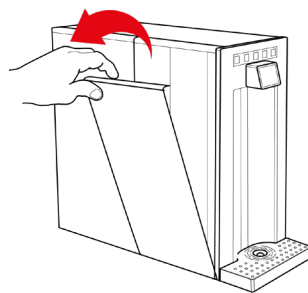

Fig. 1-13
18.2 – Mantenere l'apparecchio verticale con una mano e con l'altra tirare il pannello laterale sinistro della macchina verso l'esterno fino a completa estrazione, vedi Fig 1.13